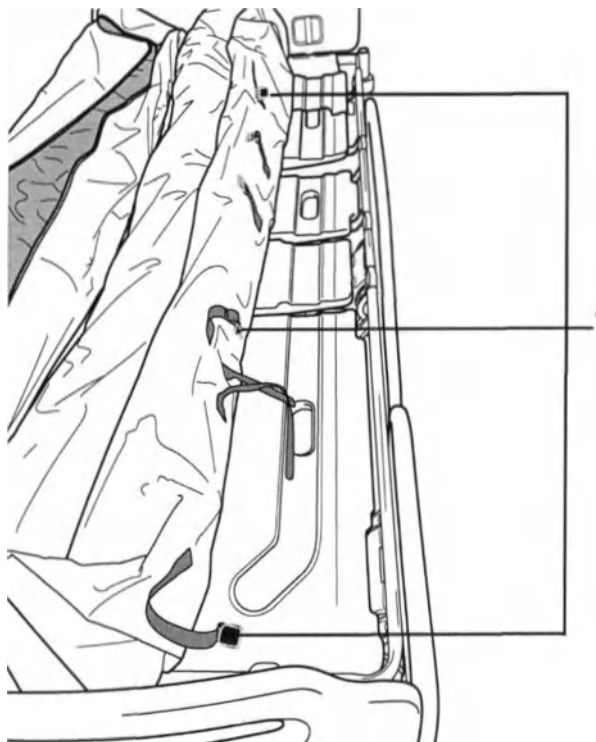

Рис. 8. Ремешки матраса, вид с изголовья
6. Используйте ремешки матраса (рис. 8, пункт 1), расположенные внизу матраса, чтобы прикрепить матрас к каркасу. На ножном и головном концах имеются по три ремешка (всего шесть), расположенные на каждой стороне каркаса (см. рис. 8). Также имеются два ремешка *Skin IQ*. Убедитесь, что матрас закреплен на шарнирной секции каркаса (рис. 8).